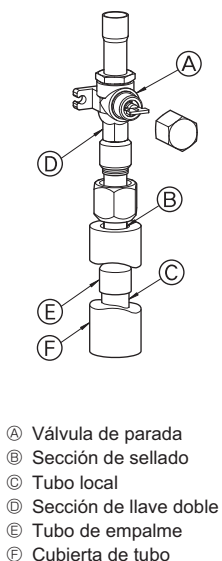

Fig. 4-3
- Utilice el siguiente procedimientos para conectar el tubo del lado de gas. (Fig. 4-3)